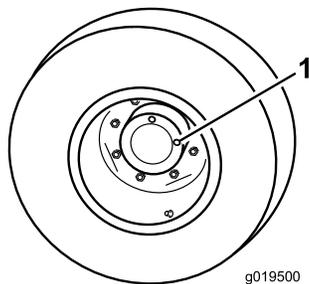

Figura 63
1. Con la máquina en una superficie nivelada, coloque la rueda con un tapón de verificación (Figura 63) en la posición de las 12 y el otro en la posición de las 3.
1. Tapón de verificación (2)
2. Retire el tapón de la posición de las 3 (Figura 63). El aceite debe llegar a la parte inferior del orificio del tapón de verificación.